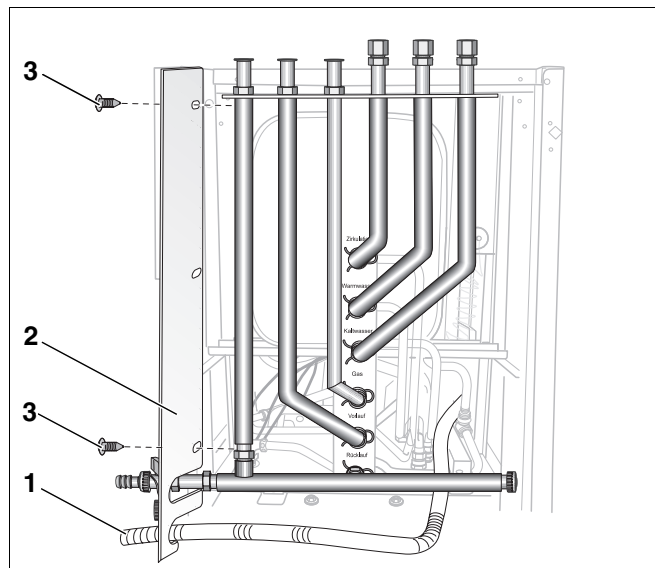

Abb. 18 Seitliche Abdeckung montieren
Die seitliche Abdeckung wird hinten an der Kesselseite – diagonal zum Türanschlag – befestigt (Abb. 18).
Die seitliche Abdeckung verfügt unten über eine Aussparung für den Kunststoff-Wellschlauch (Ableitung Kondensat) (Abb. 18, **Pos. 1**).
- Kunststoff-Wellschlauch Abb. 18, **Pos. 1** durch die seitliche Abdeckung (Abb. 18, **Pos. 2**) führen.
- Seitliche Abdeckung am Kessel mit 2 Flachkopfschrauben ST3,9 × 9,5 (Abb. 18, **Pos. 3**) an der Rückwand des Heizkessels befestigen.